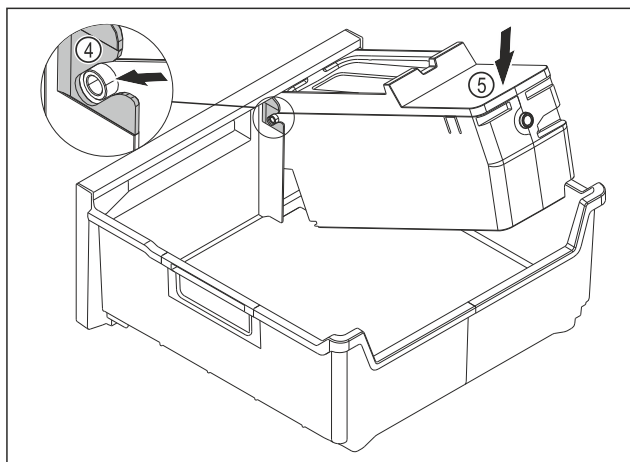

Fig. 192
- Montering af EasyTwist-Ice-legemet: Skub EasyTwist-Ice-legemets akser ind i føringerne Fig. 192 (4).
- Tryk EasyTwist-Ice-legemet Fig. 192 (5) ned bagtil.